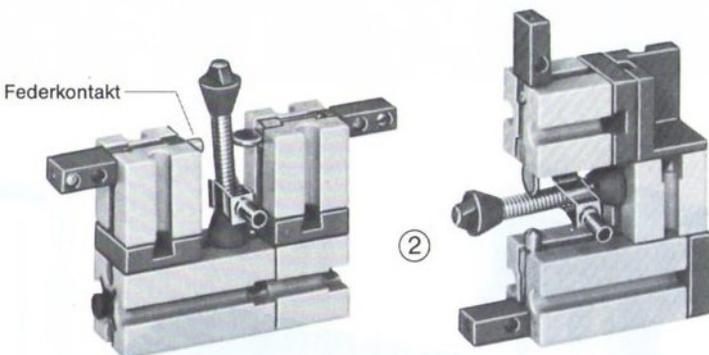

Bild 2–21 zeigt zwei Bauformen eines »Wechslers«: Es sind die schon erprobten Austaster 2–18, erweitert um einen *Federkontakt* als Schließergegenstück.
Bild 3–14 zeigt den gleichen Schaltplan wie Bild 2–14 – aber in viel einfacherer Form: So ist z. B. das Leuchtsteinsymbol weggelassen – wir wissen ja längst, wie er verdrahtet werden muß. Auch die Hin- und Rückleitungen werden nicht mehr farbig eingetragen, sondern nur noch schwarz durchgezogen. Die großen schwarzen Punkte bedeuten ganz allgemein, daß die zugehörigen Bauteile elektrisch leitend miteinander verbunden sind. Wie das im einzelnen geschieht und an welcher Stelle – das bleibt von jetzt an jedem selbst überlassen.
- Beide Federfußtaster werden am Tasterhalter nach Bild 2- und 3-31 montiert. Als Schaltnocken dient die Kunststoffachse-30 im Bild 5-31.
- Nach Bild 2–30 aufgesetzte Unterbrecherstücke machen aus dem Scheinwerfer einen Blinker.